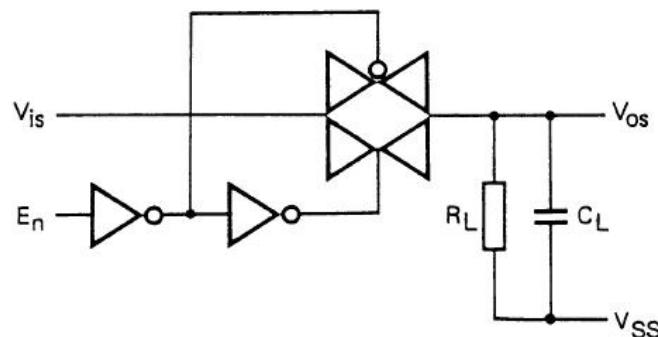
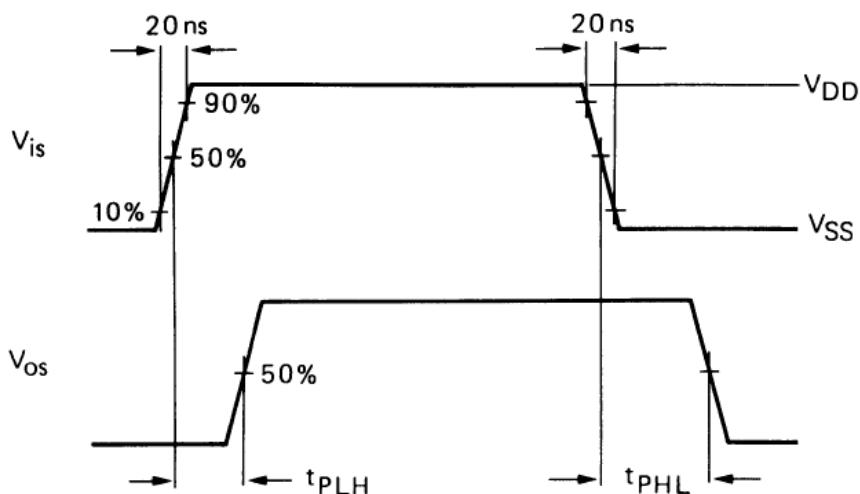

图 6
图10 传输延时
3. $RL = 10 \text{ k}$ (对地) ; $CL = 50 \text{ pF}$ (对地) ; $E_n = V_{DD}$; $Vis = V_{DD}$ (方波); 见图6 和 图10。
测试 t_{PLZ} 和 t_{PZL} 时, $Vis = V_{SS}$ and RL 接 V_{DD} ; 见图6 和图11.
7. $RL = 10 k\Omega$ (对地); $CL = 15 \text{ pF}$ (对地); $E_n = V_{DD}$ (方波); 串扰为 V_{OS} (峰值); 见图6;